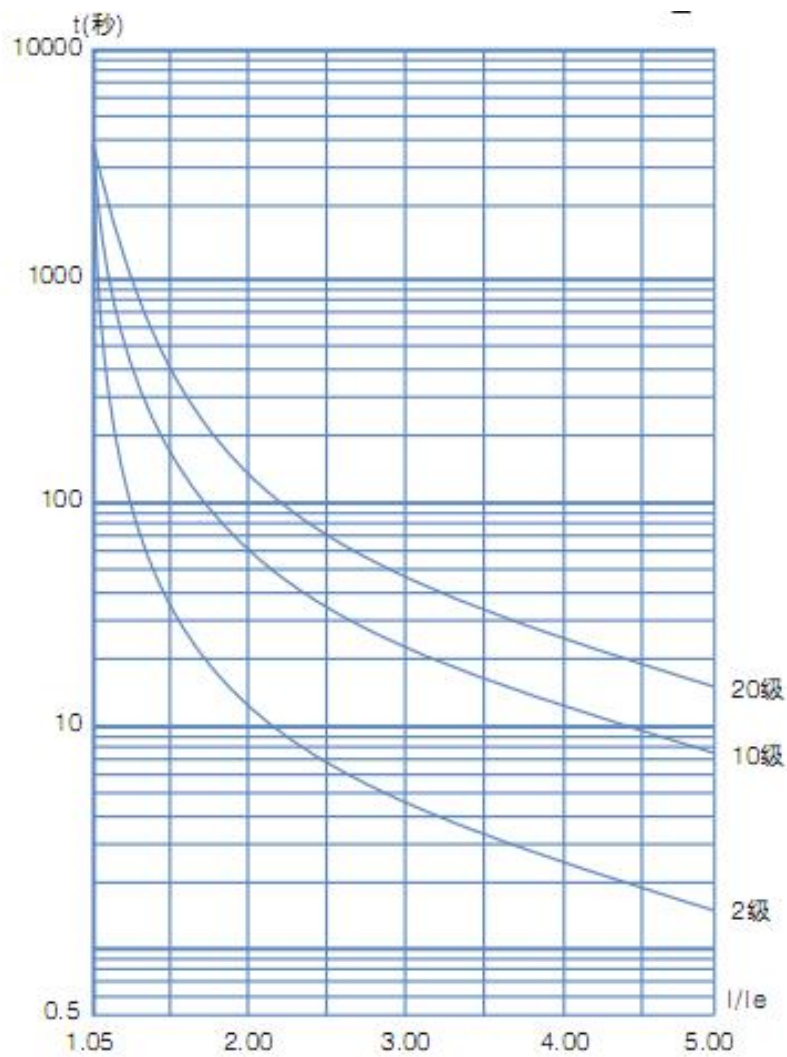

图 6.1 保护脱扣时间曲线 (热状态)
6-1-6. 运行过载保护时间: 以设置项 P6 负载调节率为基准作反时限热保护, 脱扣保护时间曲线如图 6.1。
(1) 初级保护禁止了外接瞬停端子功能, 同时仅保留了过热、短路和主回路故障保护, 适用于需无条件紧急起动的场合, 如消防系统等。
(2) 轻载、标准、重载三个保护级别具备完全的保护功能, 区别在于电机过载热保护时间曲线不同。其电机热保护时间参数见表 6.1 和图 6.1。
(3) 高级保护在起动时的保护标准更为严格, 其他保护功能参数与标准保护设置相同。